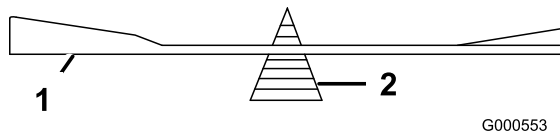

Bild 55
- Prüfen Sie die Auswuchtung des Schnittmessers auf einer Ausgleichsmaschine (Bild 55).